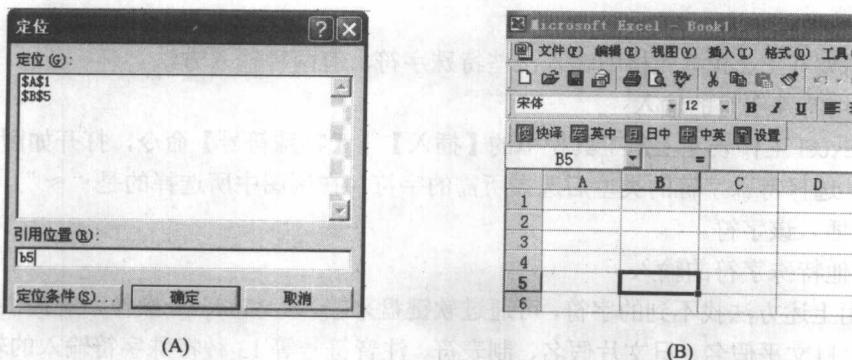

图 1.4.1 用【定位】命令选定单元格
当工作表比较大，数据很多，或者特殊需要时，也可以使用菜单命令来寻找所要的单元格。例如，创建一个新的工作簿后，活动单元格是“A1”，如果要选择单元格“B5”，其操作方法如下：选择 Excel 工作表左上角工具栏中的【编辑】|【定位】命令，打开如图 1.4.1 (A) 所示的对话框，在【引用位置】文本框中输入“B5”，然后单击【确定】，单元格“B5”就被选定为活动单元格了，如图 1.4.1 (B) 所示。
从图 1.4.1 (B) 图可见，当用上述操作所选择单元格“B5”之后，在 Excel 工作表左上角的名称框中就显示出“B5”。因此，通过在名称框中改变单元格的数值，也可以改变活动单元格的位置。例如，如果在名称框中输入“B2”，就可选定“B2”为活动单元格。